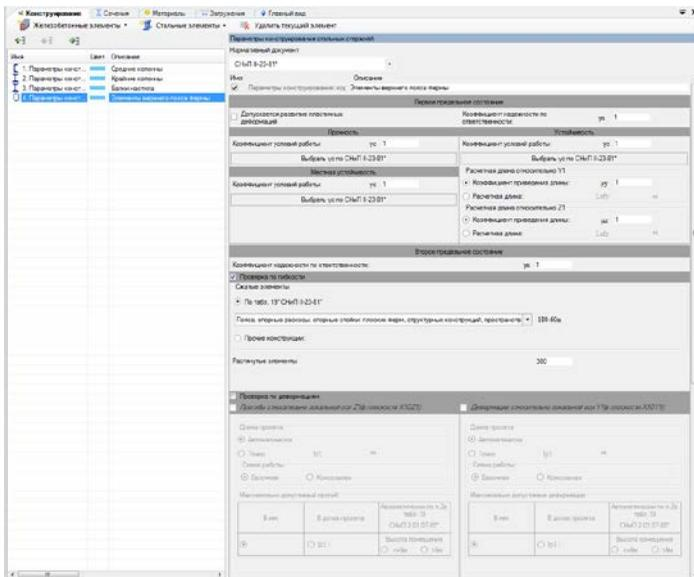

Рис. 154. Редактор параметров конструирования элементов верхнего пояса фермы
- В разделе **Первое предельное состояние** задайте (рис. 154):